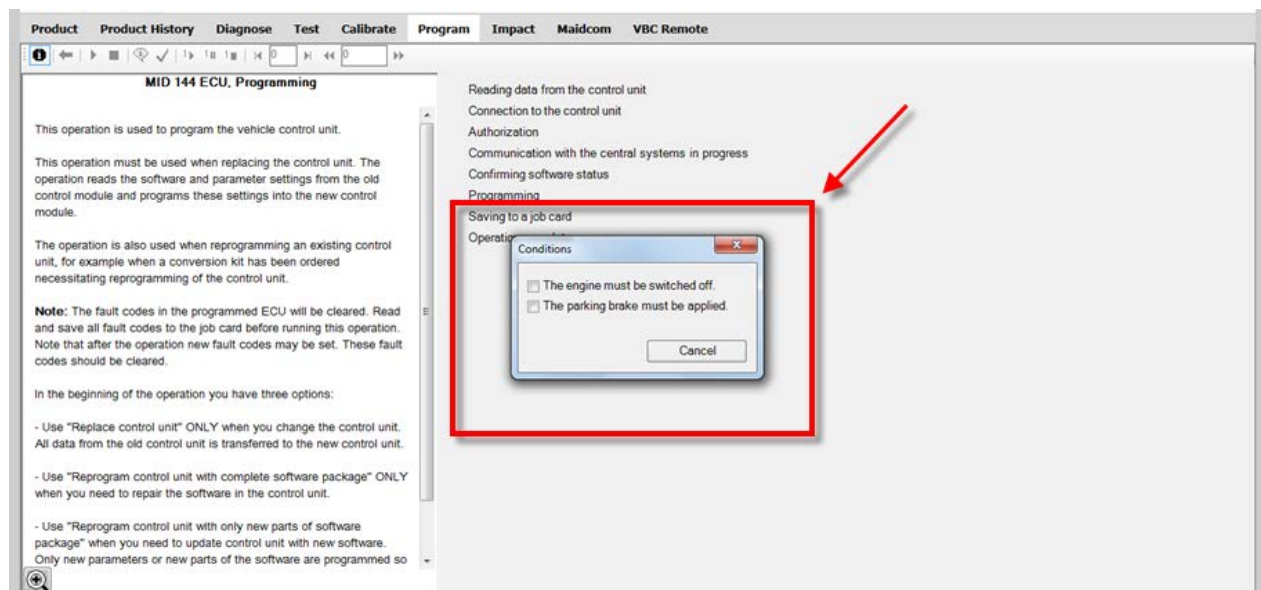

FIGURE 23
5. Validez les conditions affichées dans la fenêtre (**FIGURE 23**).